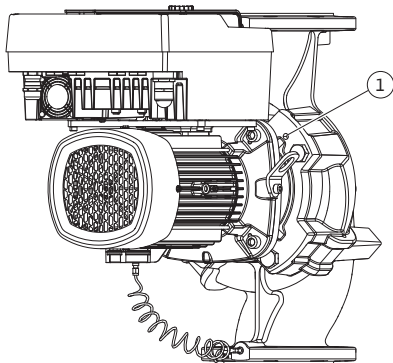

Fig. 10: Įstatomojo modulio nustumimas naudojant sriegiams skirtas angas
5. Nustumkit įstatomąjį modulį (žr. Fig. 4) nuo siurblio korpuso. Priklausomai nuo siurblio tipo (žr. Fig. I ... Fig. IV), yra dvi skirtingos movinės jungtys. Siurblio tipui (Fig. III ir Fig. IV) atlaisvinkite varžtus (poz. 29). Naudokite dvi šalia esančias stiegines jungtis (Fig. 10, poz. 1) ir tinkamus montavimo vietoje naudojamus varžtus (pvz., M10 x 25 mm). Siurblio tipui (Fig. I ir Fig. II) naudokite dvi stiegines angas M10 (Fig. 104). Tam naudokite tinkamus montavimo vietoje paruoštus varžtus (pvz., M10 x 20 mm). Nuspaudimui galima naudoti griovelius (Fig. 104, poz. 2).